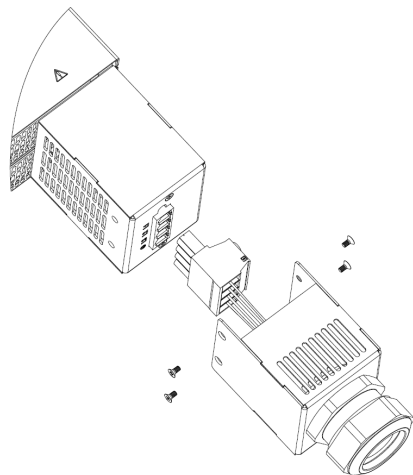
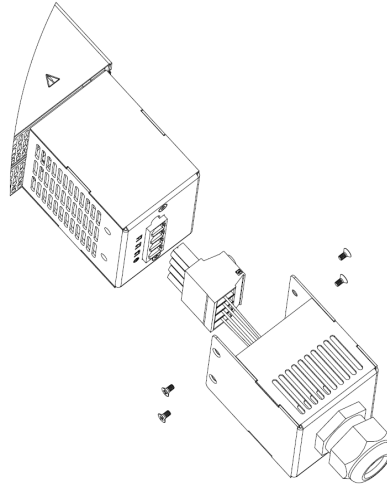

图 4-35: 交流线安装到三相 208 输入连接器上
图 4-36: 交流线安装到三相 400/480 输入连接器上
6. 将交流线插入交流输入连接器。对于三相 208，请参见图 4-35。对于三相 400/480，请参见图 4-36（所示为 10kW，也适用于 15kW）。